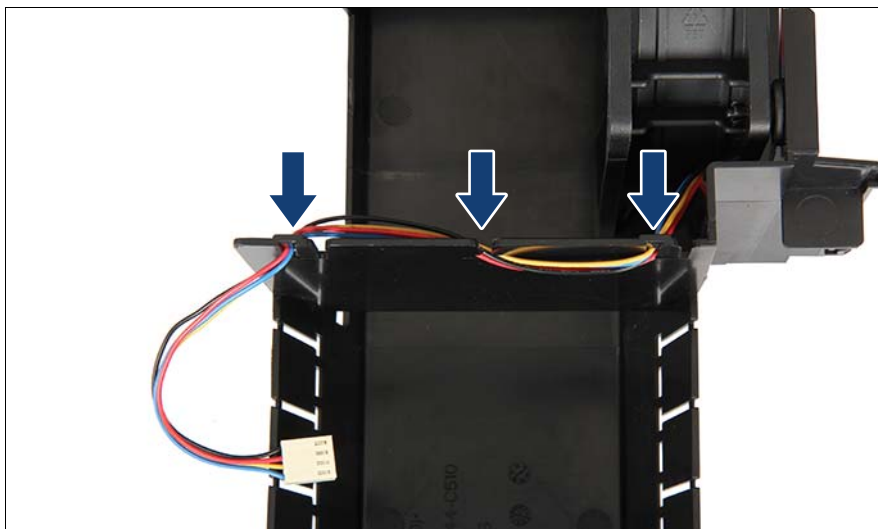
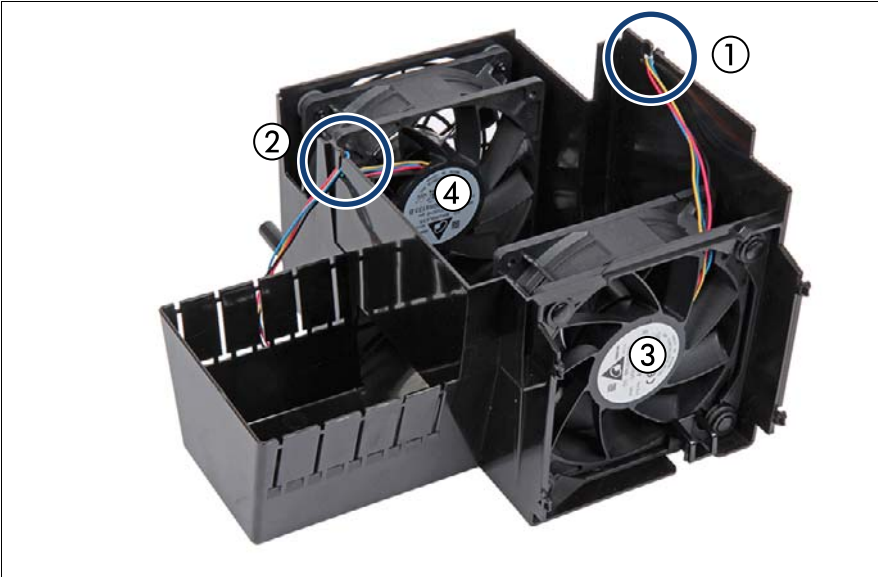

図 164: 標準システムファン：ガイドからのファンケーブルの取り外し
図 165: 冗長システムファン：ガイドからのファンケーブルの取り外し
i 取り付け方向を記録しておきます。すべてのシステムファンのラベルが背面に向かって表示されるようにします（図 165 を参照）。
- ▶ ファンケーブルを対応するガイドに挿入します（図 164 および図 165 を参照）。